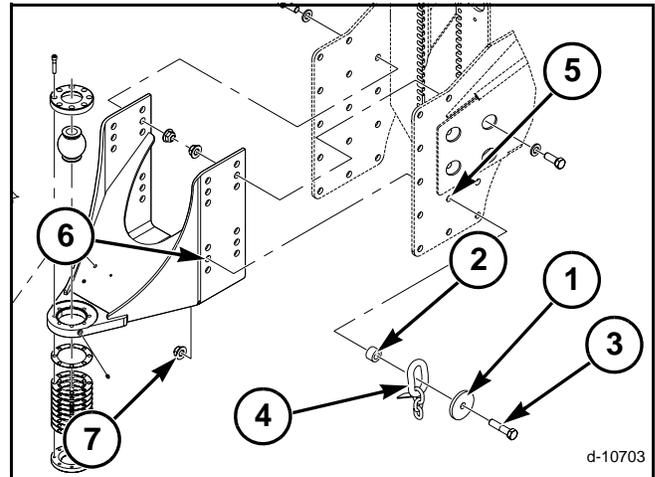

FIG. 5
FIG. 5: Instale la placa de tapa (1) y el cojinete (2) en el perno de cabeza hexagonal (3) de 3/4-10 X 3-1/4 pulgadas. Inserte el perno y el cojinete a través del bucle grande (4) en un extremo de la cadena de seguridad de transporte. Inserte el perno a través del orificio delantero inferior en la lengüeta (5) y el orificio correcto en el enganche de bola de la barra de tiro (7).